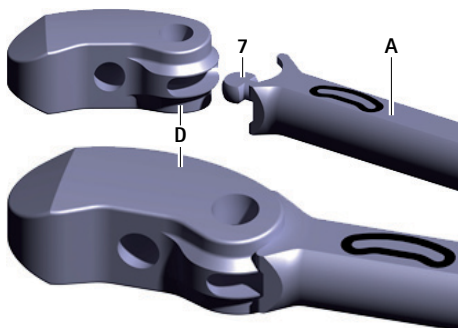

Fig. 2 Accouplement de l'implant d'essai sur l'instrument d'insertion
- ▶ Accoupler l'implant d'essai **D** au méplat **7** de l'instrument d'insertion **A**, voir Fig. 2. Ce faisant, veiller à l'orientation de l'implant d'essai (orientation en fonction de l'inscription figurant sur l'instrument d'insertion).